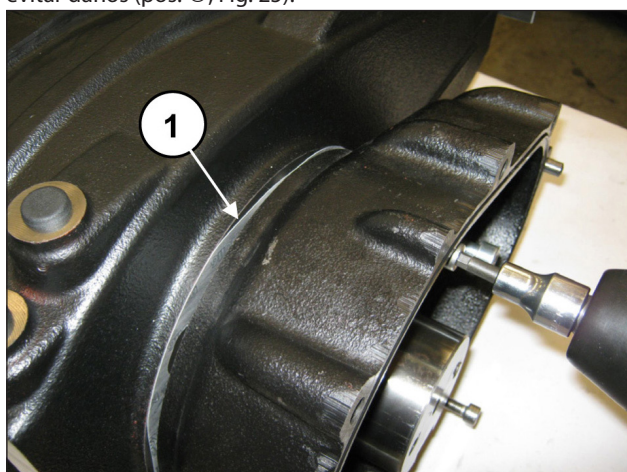
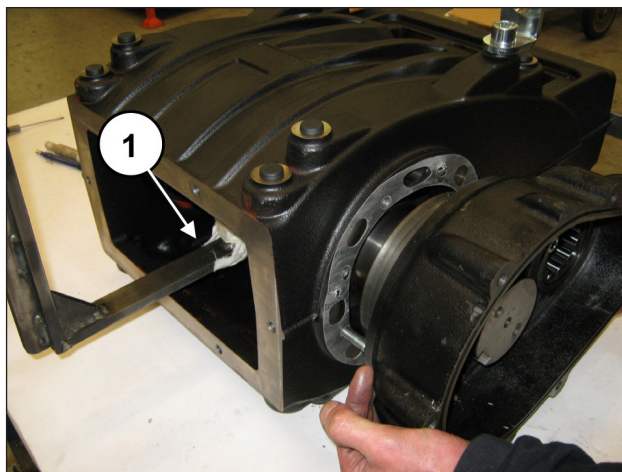

Fig. 24
Fig. 25
Aperte os 3 parafusos M8 gradualmente (pos. ①, Fig. 24) para evitar que a caixa se incline demasiadamente e fique bloqueada no seu lugar. Providencie a remoção da caixa de sustentação do eixo, para evitar danos (pos. ①, Fig. 25).